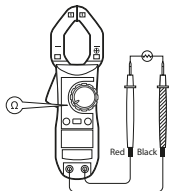

imagen 4
B. Medición de resistencia (ver imagen 4)